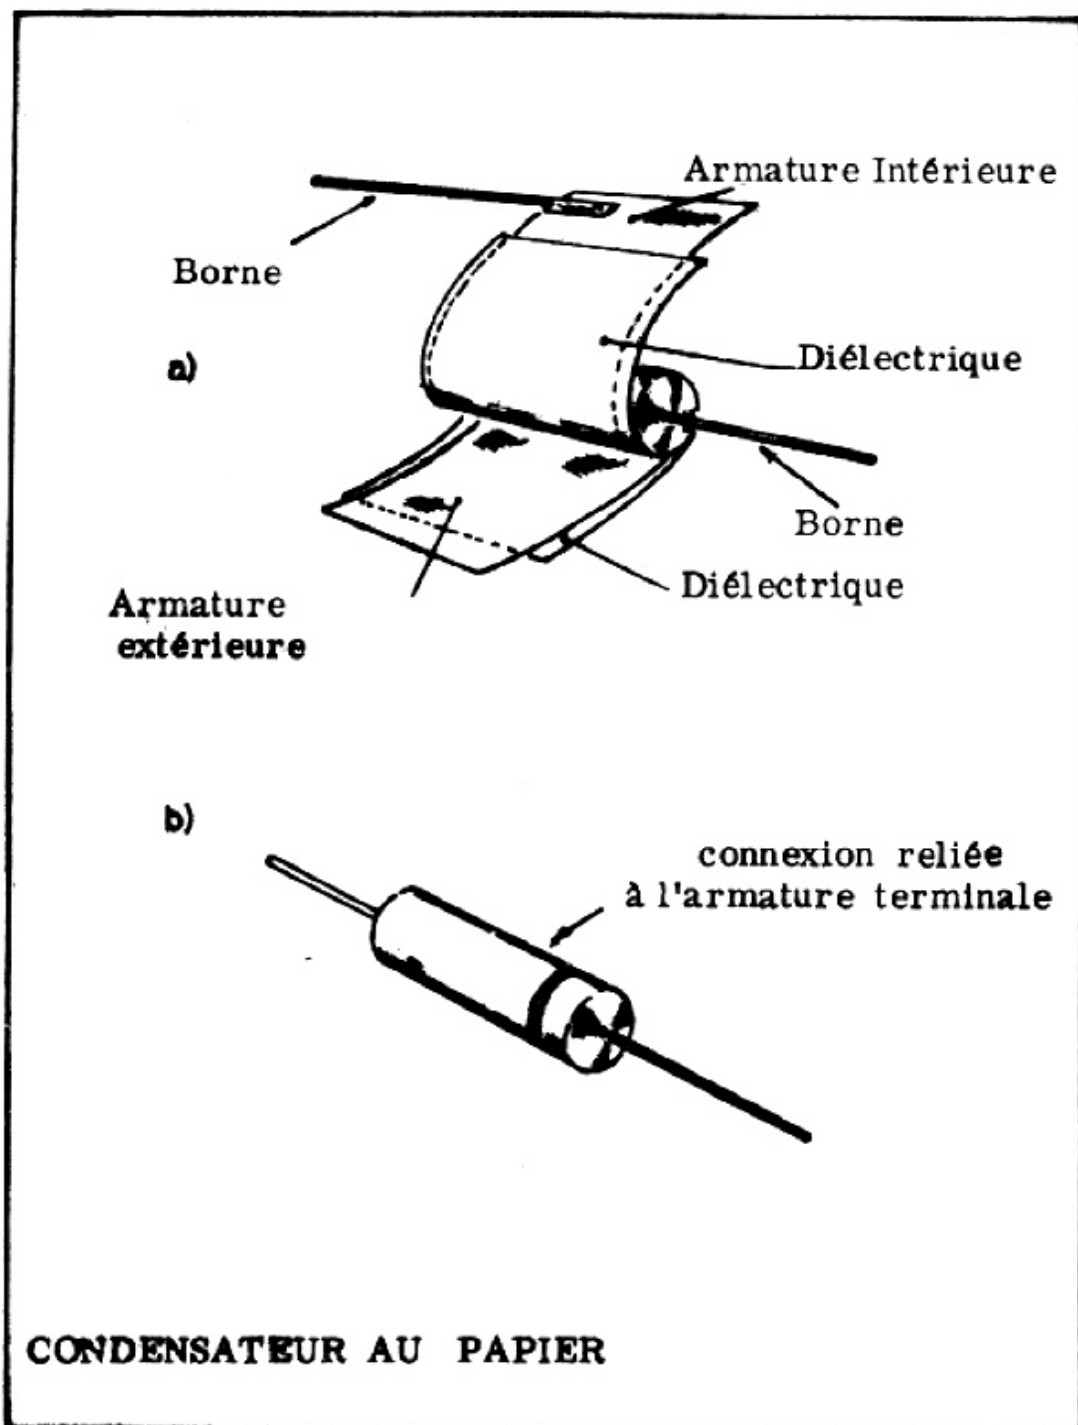

Figure 7
d) Coupez 6,5 cm de fil en cuivre nu étamé et pliez-le à angle droit à 4 à 5 cm d'un côté, ainsi que vous l'avez déjà fait auparavant (*Pratique 2 - Figure 7*) ; vous aurez réalisé un contact que nous nommerons T.
Les condensateurs au papier sont fabriqués en enroulant deux feuilles très minces d'aluminium, isolées par un ruban de papier - cellulose qui peut être imprégné d'huile ou de paraffine (*figure 7 - a*).
On imprime ensuite sur l'enveloppe extérieure les données caractéristiques du condensateur et le repère qui permet d'identifier la connexion reliée à l'armature extérieure (*figure 7 - b*).